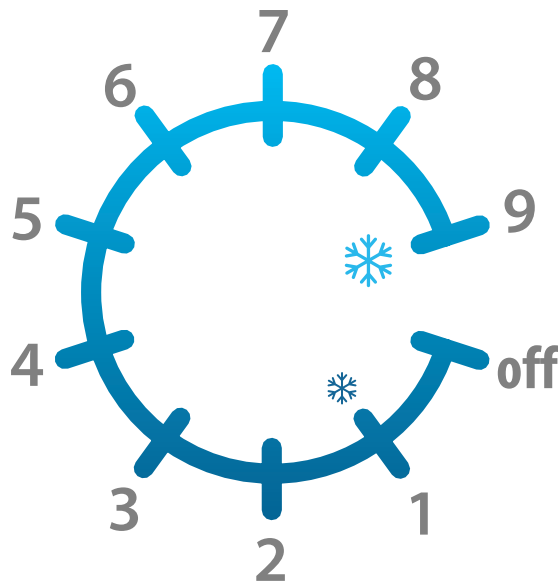

Abb. 2. Einstellungen des Temperaturreglers. 1 ist die wärmste Einstellung; 9 ist die kälteste.
Eins (1) ist die wärmste Einstellung; Neun (9) ist die kälteste. Siehe Abb. 2.